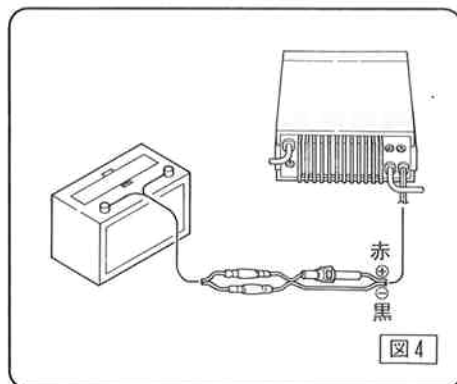

図 4
- ① C5000、C5000D への電源供給は、自動車のバッテリーより行います。
- ② 自動車のバッテリーと C5000、C5000D との接続は、C5000、C5000D に付属されている 2.5m の電源コードを使用し、図 4 のように行ってください。